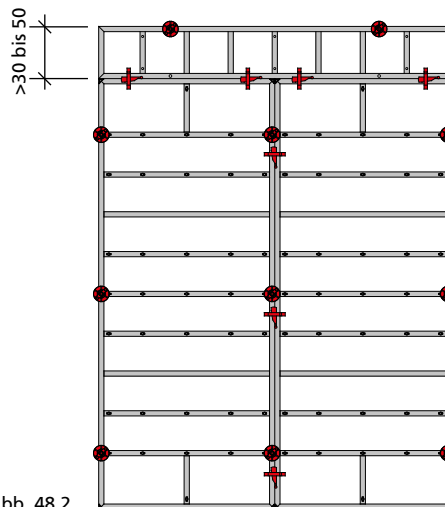

Abb. 48.2
■ Bei Aufstockung mit einem Element, das über 30 und maximal 50 cm breit ist, muss nur durch die obere Ankerstelle geankert werden (Abb. 48.2).